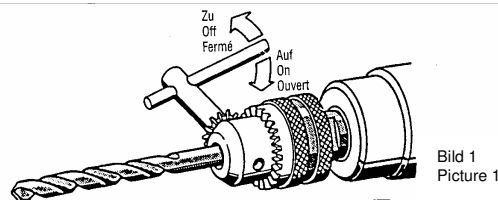

Bild 1
- Bohrfutter mittels Bohrfutterschlüssel öffnen. (Bild 1)